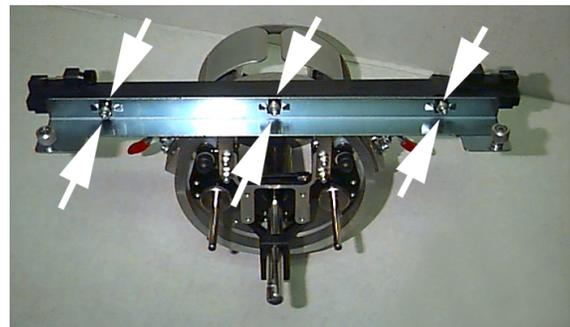

Abbildung 3-1
3. Die 3 Innensechskantschrauben entlang der Schnittstellen-Schelle (Abb. 3-1) und die 4 Innensechskantschrauben, die das Lagergehäuse halten (Abb. 3-2) müssen leicht lose sein.
12. Ziehen Sie die 3 Innensechskantschrauben an der Schnittstellen-Schelle mit einem 3mm Kurzarm-Sechskantschlüssel fest, bis sie die Schelle leicht berühren. Die Schnittstellen-Schelle muß immer noch nach oben und unten bewegt werden können. In Abb. 3-1 sehen Sie, wo sich die Schrauben befinden.